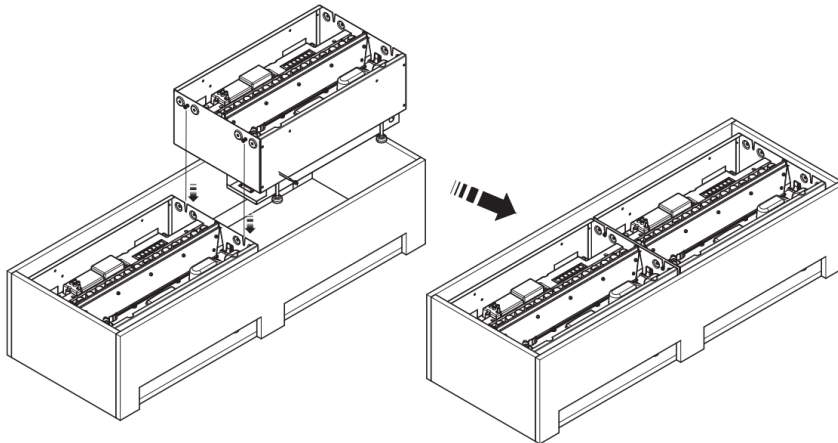

Fig. 19
2. Setzen Sie das zweite Produkt neben das erste Produkt und achten Sie darauf, dass die herausragenden Schrauben des zweiten Produkts in die Schlitz des ersten Produkts passen (Abb.19).